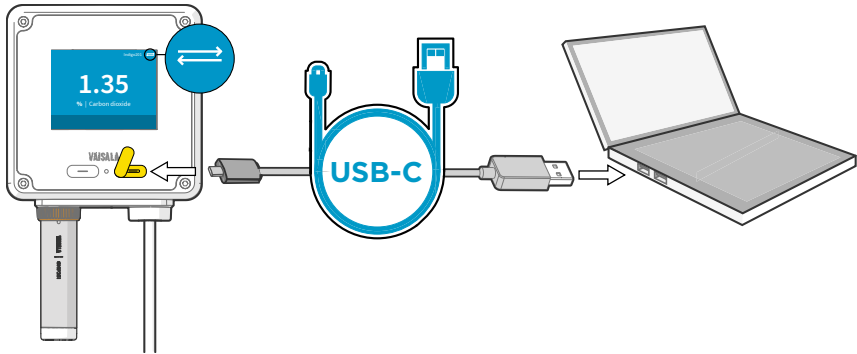

Figura 13 Conexión del transmisor Indigo200 al software para PC Insight con cable USB-C
5. En los modelos de transmisor con pantalla, el icono de conexión USB (consulte Figura 13 \(página 29\)) aparece en la esquina superior derecha de la pantalla del transmisor cuando la conexión del cable USB está activa.